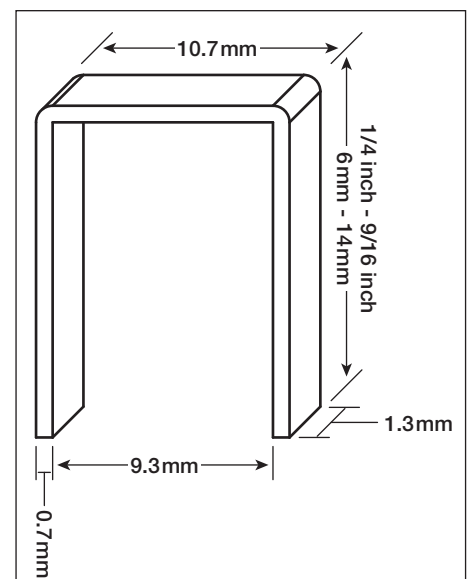

Figura 10
- Grapas Arrow® T50® de flecha o cualquier sujetador equivalente con las dimensiones adecuadas ilustradas en la Figura 10.